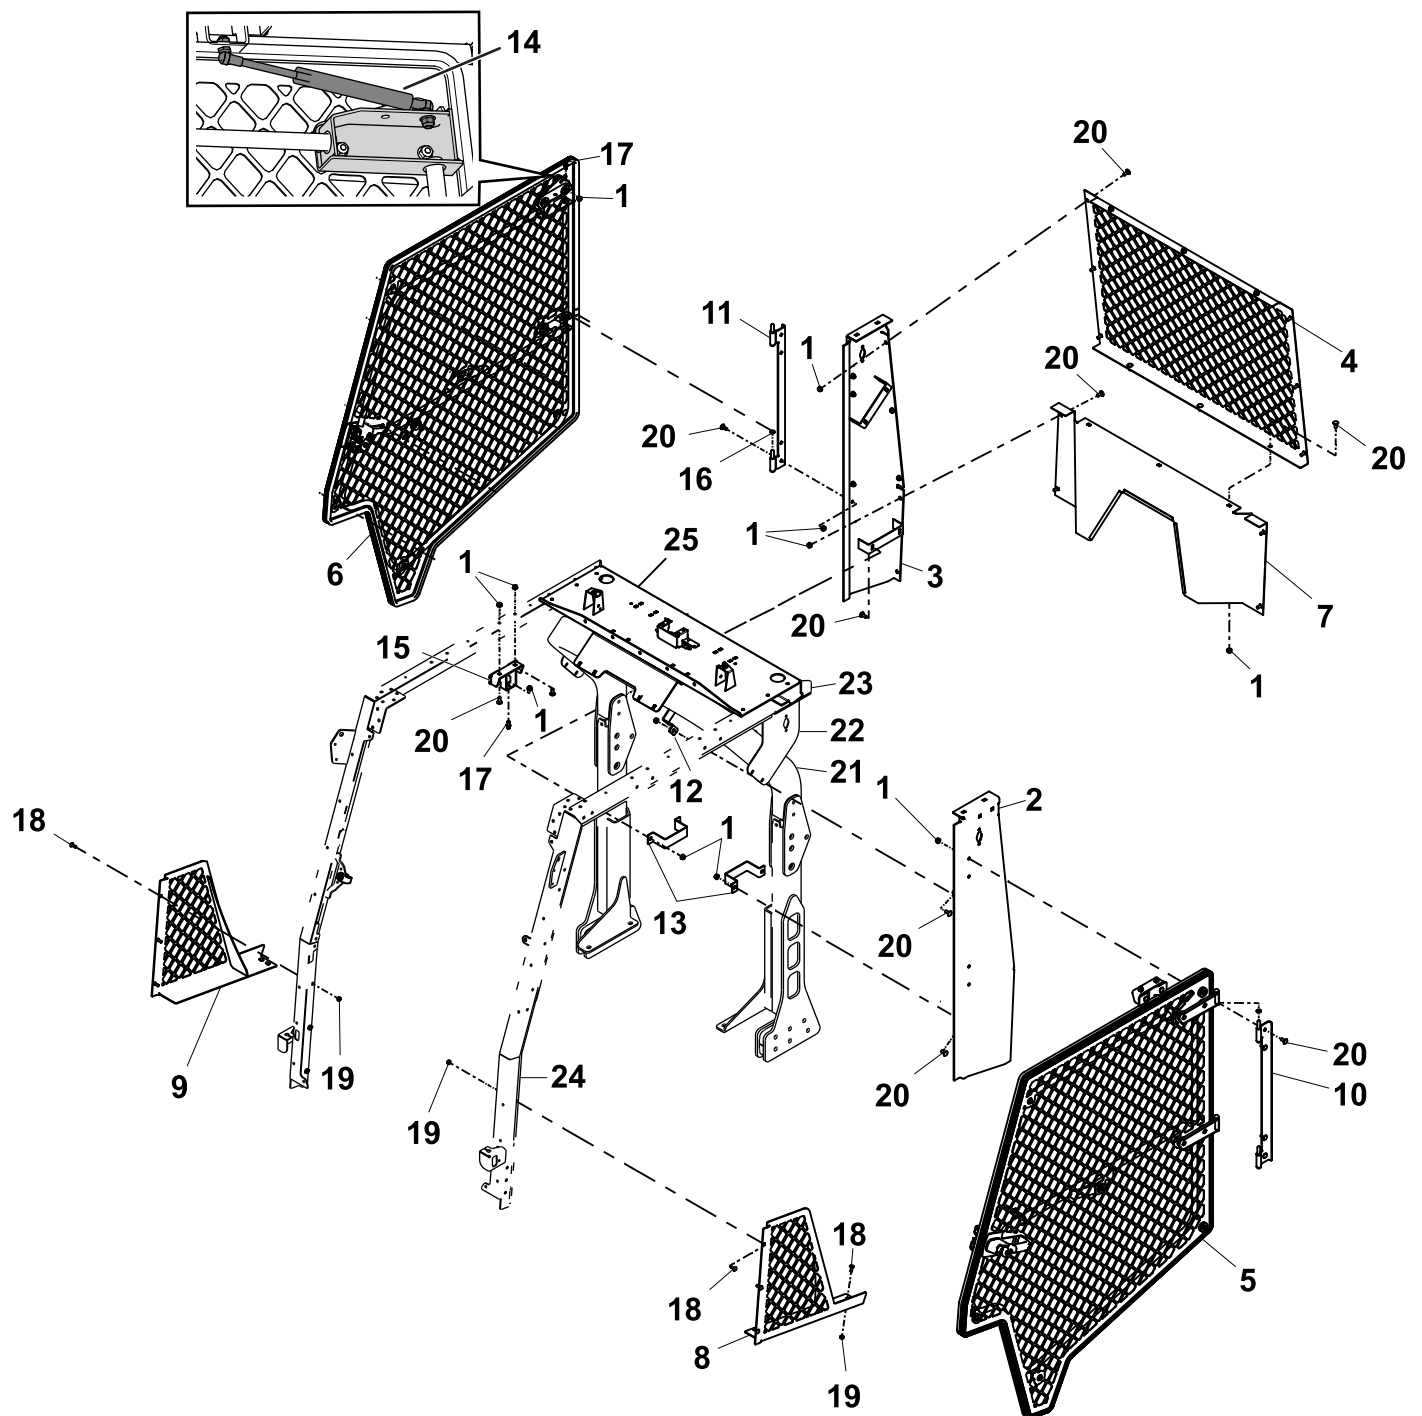

Bild 2
6. Wenn eine Überrollschutzverlängerung mit zwei Streben an der Maschine montiert ist, entfernen Sie die Seitenplatten, die für die Befestigung der Lampen der Überrollschutzstrebe verwendet werden (Bild 2).
Beziehen Sie sich beim Durchführen der folgenden Schritte auf Bild 2.